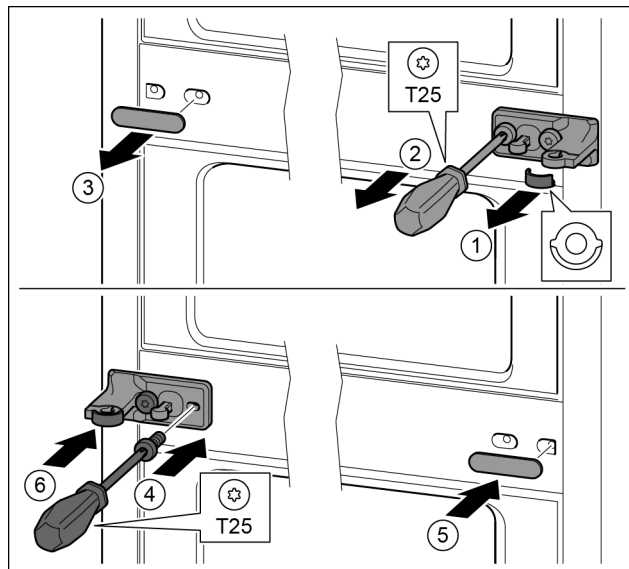

Fig. 29
- ▶ Vyťahnite podložku. Fig. 29 (1)
- ▶ Skrutkovačom T25 vyskrutkujte skrutky. Fig. 29 (2)
- ▶ Opatrne vyťahnite kryt. Fig. 29 (3)
- ▶ Ložiskovú konzolu s fóliou priskrutkujte otočenú o 180° na druhú stranu. Fig. 29 (4)
- ▶ Kryt pripevnite otočený o 180° na druhú stranu. Fig. 29 (5)
- ▶ Podložku nasuňte spredu. Fig. 29 (6)